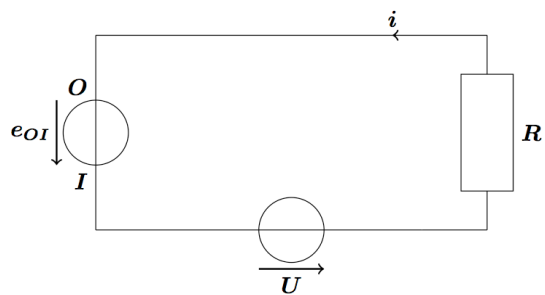

Figure 2
6. Le schéma électrique équivalent au système étudié est donné par la figure 2. Appliquer la loi des mailles dans le circuit électrique équivalent et en déduire l'équation électrique du système étudié.